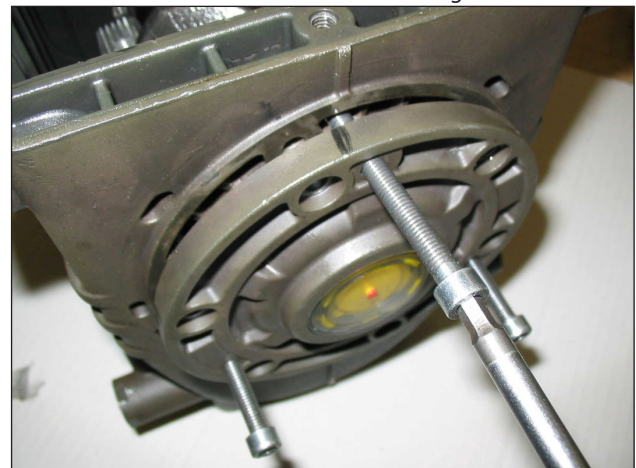

Fig. 3
- las tapas laterales utilizando como extractor 3 tornillos M6x 50 completamente roscados introduciéndolos en los orificios roscados como se indica en la Fig. 3.